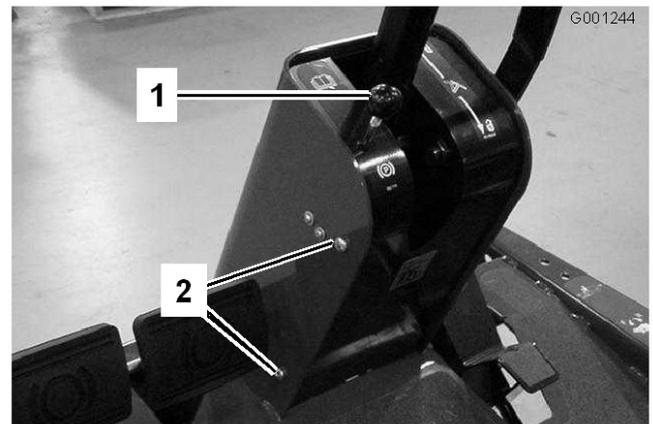

図 67
1. 駐車ブレーキ・ロッドのノブを外し、次にハンドルタワーのカバーを止めているネジを外す (図 67)。